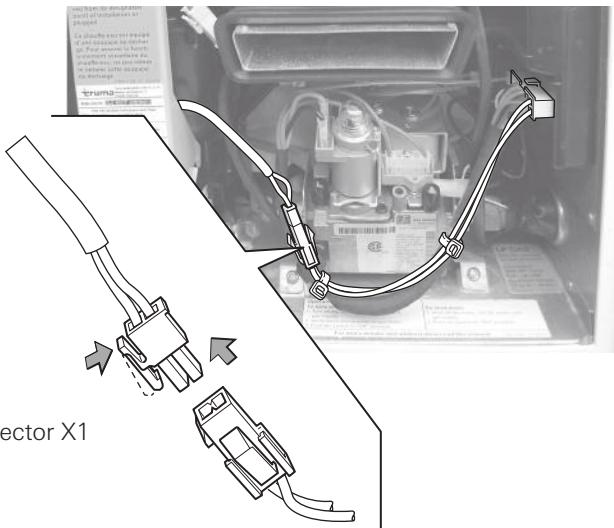

Fig. 10
6. Desconecte el conector X1 (vea la Fig. 10).